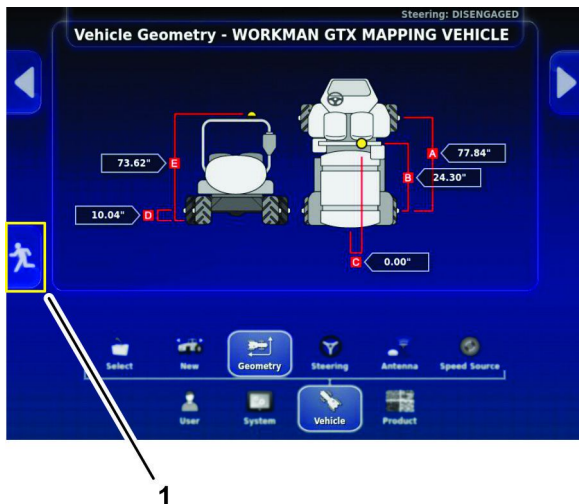

Рисунок 194
1. Значок расстояния между спутниковым приемником и землей (E)
6. Нажмите на значок ВЫХОДА ИЗ НАСТРОЕК (Рисунок 194).